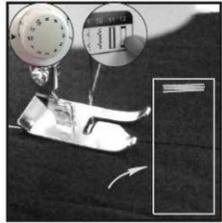

рис.23
- Установите переключатель скорости на отметку «L» и прошейте 3-4 стежка на низкой скорости (рис. 23), установите переключатель в положение «OFF»